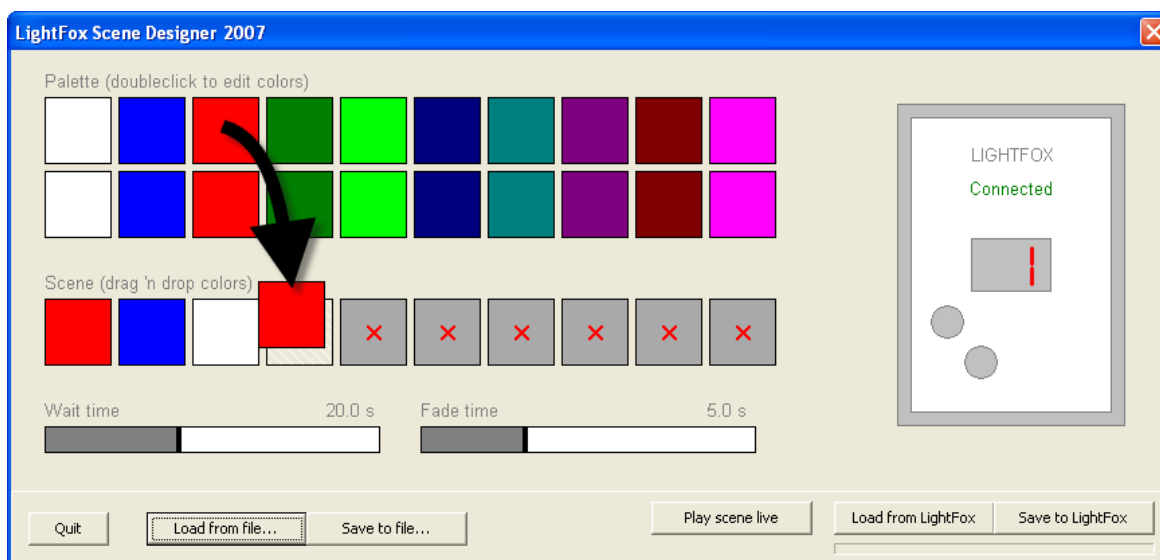

Figura 11: Cómo añadir escenas a un programa
1. Observar la Figura 11. Arrastrar y soltar uno de los 20 recuadros de la paleta de la parte superior de la ventana sobre uno de los 10 recuadros disponibles dentro de la escena. Arrastrar y soltar los recuadros de escena para reordenar la secuencia de escenas.